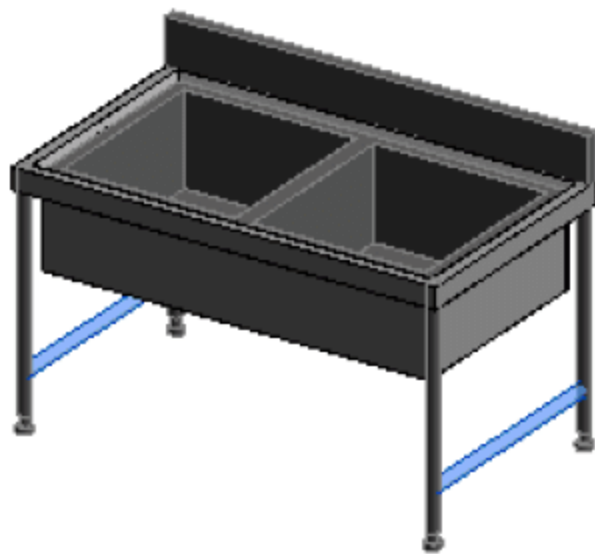

图 8.2.52 纵向支架效果图
(20) 编辑可见性并添加材质。首先，选中纵向支架图元，在“属性”面板中编辑“可见性/图形替换”选项，取消“平面/天花板平面视图”复选框的选择，单击“确定”按钮。其次，添加纵向支架的材质，选择“不锈钢”类型，单击“确定”按钮，如图 8.2.52 所示。